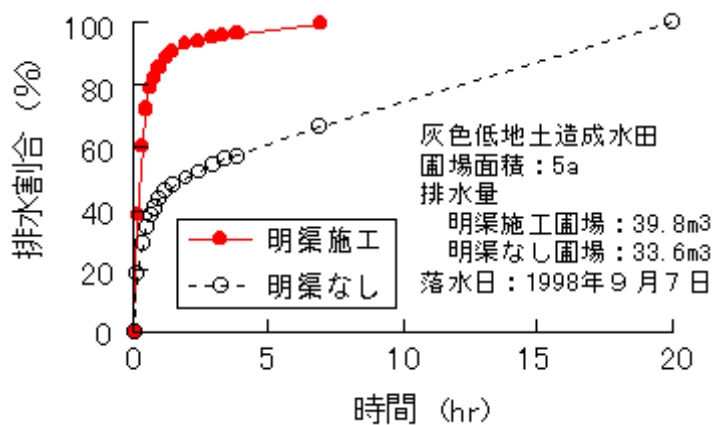

図5 明渠の有無による排水時間の比較
(5)明渠を作溝した圃場は明渠のない圃場に比べて入水時の用水量が多く、給水時間も長くなった。しかし、明渠のある圃場では表面水を迅速に集水して排水口に排出するため、排水時間は明渠のない圃場に比べて短くなった(図5)。さらに、落水後も表面水がほとんどなく、明渠のない圃場に比べて土壌含水比が低く、土壌硬度が高くなるなど、乾燥が促進された(表1)。